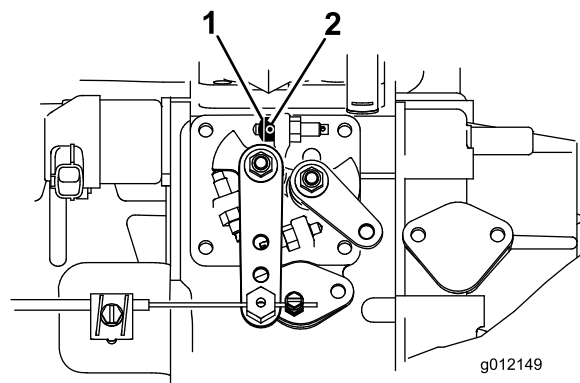

Figura 7
- Desaperte o parafuso no travão do regulador (Figura 7).
- Deslize o travão do regulador para o parafuso de travão de ralenti elevado (Figura 7). A extremidade angulada do travão do regulador deve ser posicionada virada para fora.